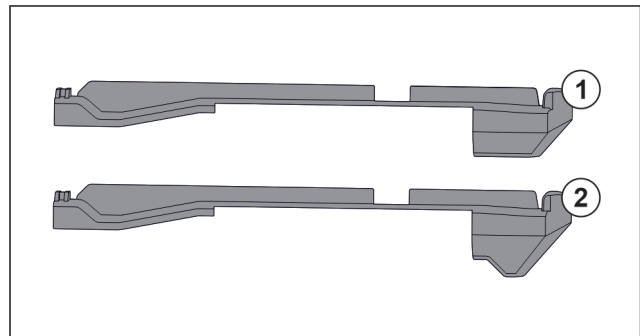

Fig. 62 Compararea pieselor de fixare
În aparat există două piese diferite de fixare. Piesa de fixare de deasupra sertarului de jos Fig. 62 (2) are o margine triunghiulară. Toate celelalte piese de fixare Fig. 62 (1) au o margine dreaptă.
- ▶ Montați piesa de fixare Fig. 62 (2) cu marginea triunghiulară peste sertarul de jos.
- ▶ Montați piesa de fixare Fig. 62 (1) cu marginea dreaptă la toate celelalte poziții.